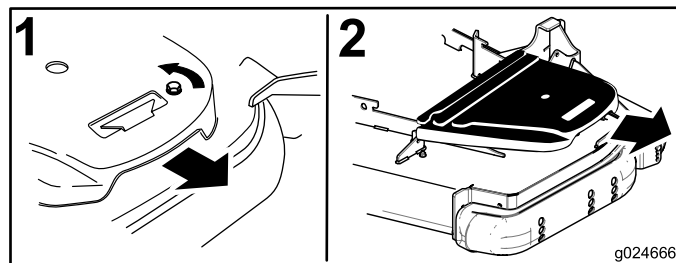

Bild 70
5. Entfernen Sie die Riemenabdeckung aus Kunststoff (Bild 70).
4. Entfernen Sie die Riemenabdeckungen (Bild 70).